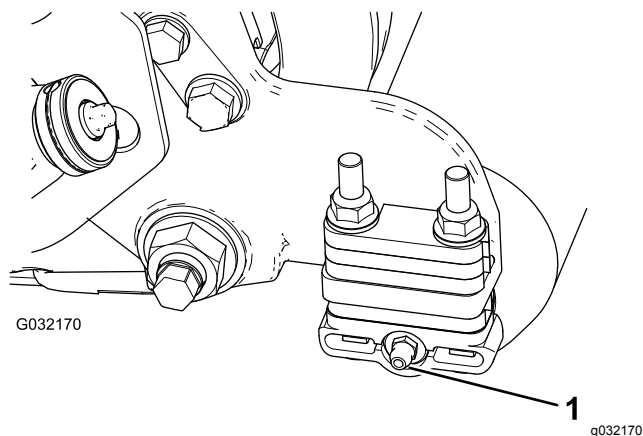

Figura 2
3. Instale el engrasador de 90° orientado hacia atrás (Figura 2).